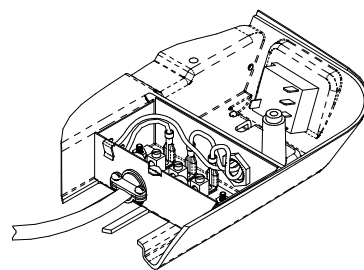

FIGURA 3
4. Inserte el cableado de alimentación a través del sujetador de cables y dentro de la caja de cableado de campo para que el conductor de alimentación entre de 12 a 14 cm en la caja. Asegure el sujetador de cables sobre el recubrimiento del cable de alimentación para que no haya posibilidad de movimiento (vea la Figura 3).
5. Conecte los conductores de alimentación de electricidad a las terminales “A” y “N” en la placa terminal. **IMPORTANTE:** Si la electricidad proviene de un conductor “Caliente” y otro “Neutral”, conecte el neutral a “N”. Conecte la conexión a tierra en la terminal “E” en la placa terminal (vea la Figura 3).